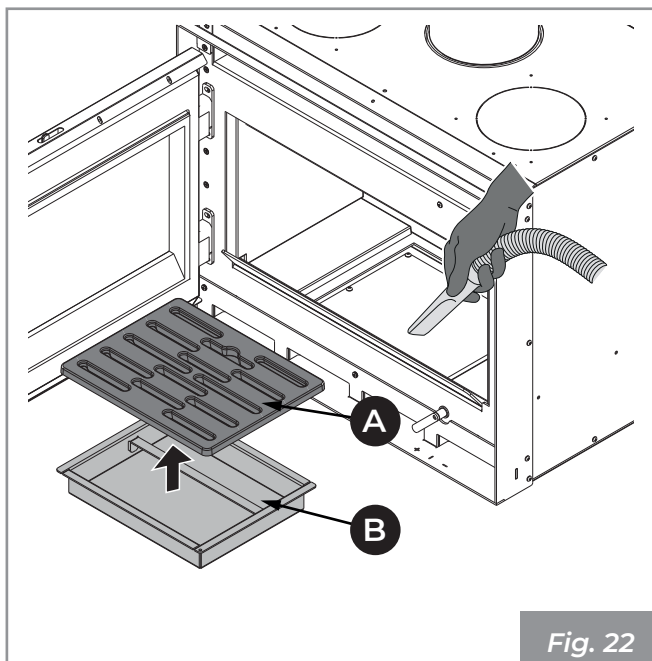

Fig. 22
- 1) Nettoyer soigneusement la grille (A) (Fig. 22). La retirer et effectuer le nettoyage du foyer en utilisant une balayette (non fourni) en faisant convoyer les résidus de la combustion dans le tiroir des cendres.